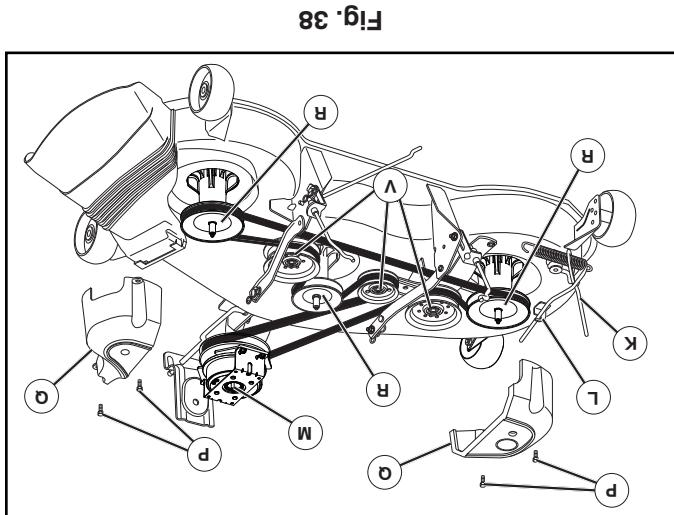

Fig. 38
- CUCHILLA DE LA CORREA DE LA SEGADORA (See Fig. 38)**
- BAJE LA PALANCA ELEVADORA A LA POSICIÓN DE LA CORREA (K) DE LA BARRA DE TENSIÓN DE LAS GUÍAS Y GUARDACORRES.
- RETIRE LA CORREA HACIA LA PARTE DE ATRAS DEL TRACTOR. CON MUCHO CUIDADO, RETIRE LA CORREA HACIA LA PARTE DE ATRAS DEL VENTILADOR. COMO SE MUESTRA EN LA FIGURA, PASE LA CORREA PASANDOLA ALREDEDOR DE LAS POLEAS (R) Y ALREDEDOR DE LAS POLEAS DE LOS DISPOSITIVOS DE RECOLECCIÓN (M), LAS POLEAS DE LOS PIÑONES (V).
- QUITE LOS TORNILLOS (P) DE LAS CUBIERTAS DERECHA E IZQUIERDA Y RETIRE LOS TORNILLOS (Q) DE LAS CUBIERTAS DERECHA E IZQUIERDA Y RETIRE LA CORREA HACIA LA PARTE DE ATRAS DEL VENTILADOR.
- RETIRO LA CORREA DE LOS DISPOSITIVOS DE RECOLECCIÓN Y DE LOS PIÑONES (V).
- INSTALE LA CORREA PASANDOLA ALREDEDOR DE LAS POLEAS DERECHA DEL EMBRAGUE ELECTRICO (M), LAS POLEAS DE LOS PIÑONES (V), COMO SE MUESTRA EN LA FIGURA.
- VUELVA A COLOCAR LAS CUBIERTAS DERECHA E IZQUIERDA (Q). AJUSTE BIEN TODOS LOS TORNILLOS.